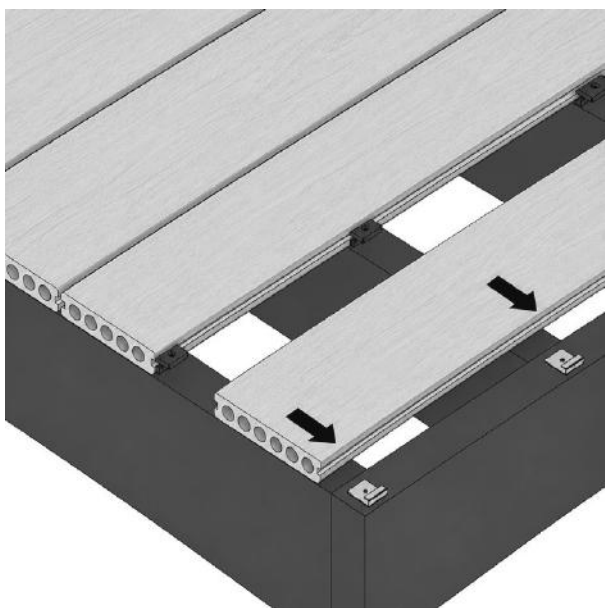

FIG. 8 – MÉTHODE 6 MM – DERNIÈRE LAME
- Clipsez la dernière lame de terrasse sur ces clips de départ (fig. 8)